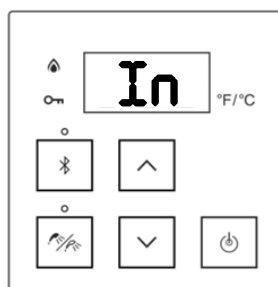

Figure 52
4. Le contrôleur affiche « **In** » (à l'intérieur) (figure 52).